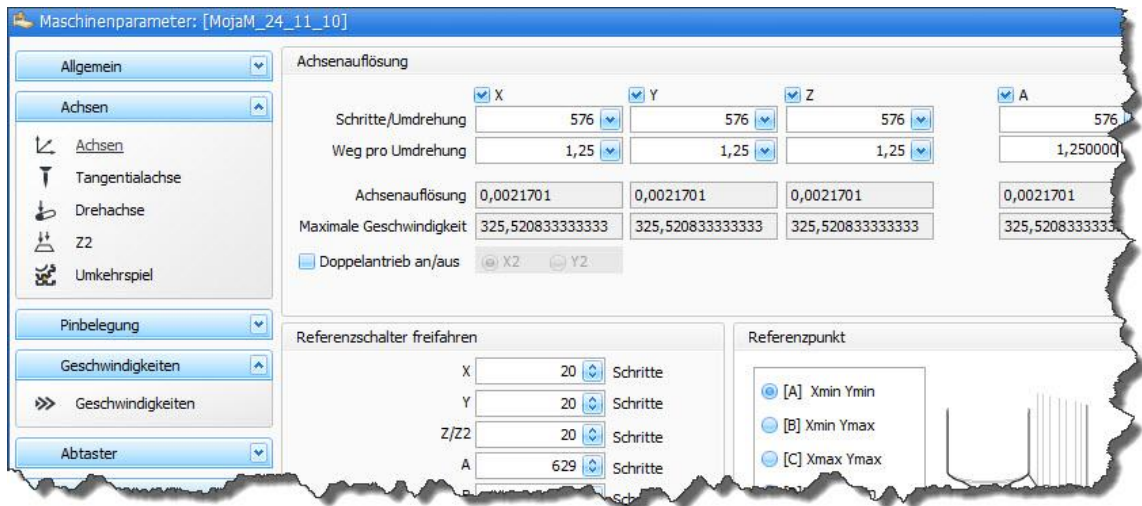

Abbildung 2: Referenzschalter freifahren A/B wird für Messer- Ausrichtung verwendet
- Für die Ausrichtung des Messers wird die Funktion "Referenzschalter freifahren A/B" genutzt. Beispiel: In der Abbildung 2 wird die A- Achse um 629 Schritte nach Referenzfahrt freigefahren. Das entspricht einer Strecke von 1,365 mm (1 Schritt= 0,002170 mm, s. Achsenauflösung "A"). Hier treffen wir folgende Annahme: dies ist die erforderliche Wegstrecke - entlang der X-Achse um sicherstellen zu können, dass nun das Tangentialmesser exakt parallel zu der X-Achse ausgerichtet ist.